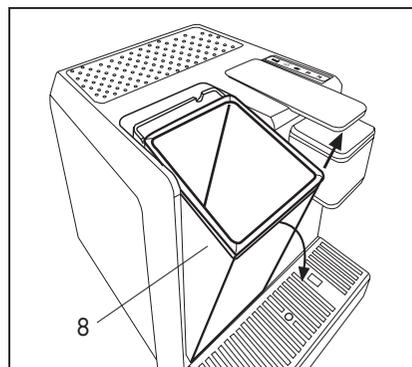

Fig. 1
- Estrarre il serbatoio (8) ruotandolo esternamente e alzandolo verso l'alto. (Fig.1)